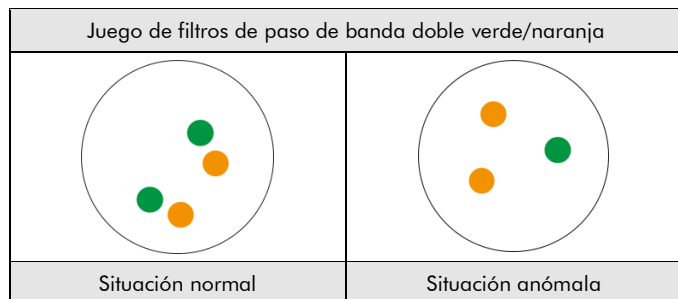

Fig. 2: Resultados previstos en núcleos normales y anómalos
**Situación normal:** En las interfases de células normales o células sin una delección que afecte a la región del gen PTEN, aparecen dos señales naranjas y dos verdes (ver Fig. 2).
**Situación anómala:** En una célula con delección que afecta a la región del gen PTEN, se observará un número reducido de señales verdes. Las delecciones que afectan solo a partes de la región del gen PTEN pueden dar lugar a un patrón de señal normal con señales verdes de tamaño reducido (ver Fig. 2).